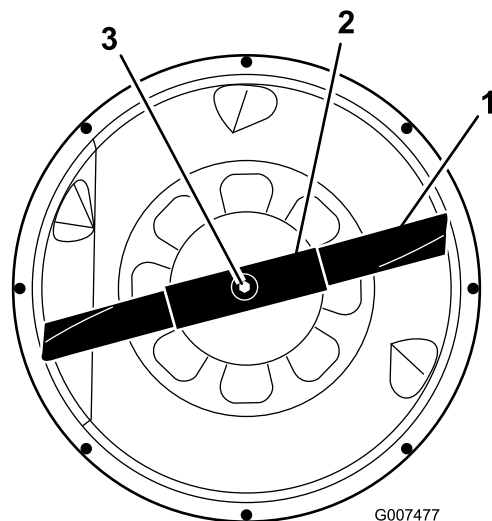

Figura 32
6. Afferrate l'estremità della lama con un cencio o un guanto bene imbottito. Togliete quindi il bullone della lama, la rondella curva, il rinforzo e la lama (Figura 32). Potete inserire un blocco di legno tra la lama e il tosaerba per bloccare la lama durante la rimozione del bullone.
1. Montate la lama, il rinforzo, la rondella curva e il bullone della lama (Figura 32).